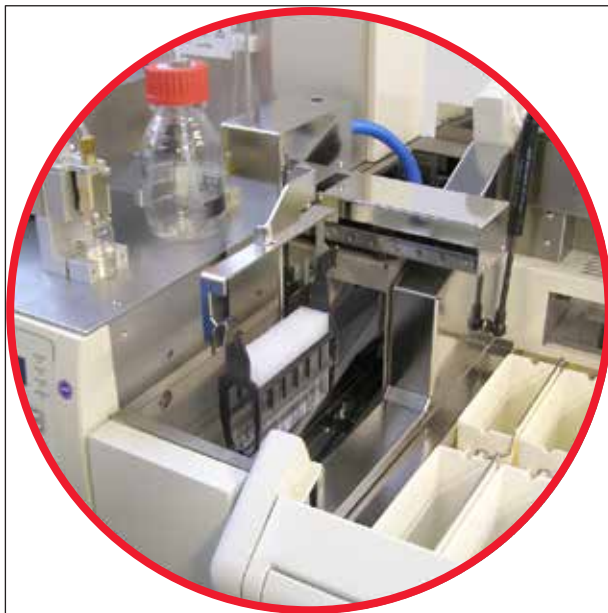

图 55
- 检查机械臂是否有污垢,必要时,用蘸有兼容溶剂的无绒布仔细清洁 (→ 图 55)。